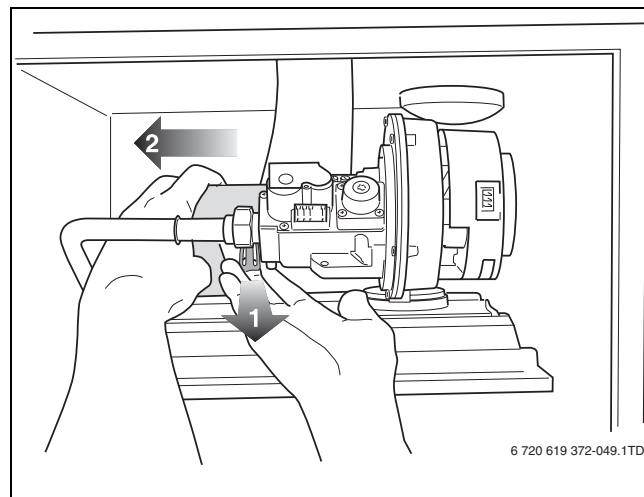

Fig. 87 Estrarre il tubo d'aspirazione aria dal ventilatore
- Estrarre il tubo d'aspirazione aria dal ventilatore (→ fig. 87).